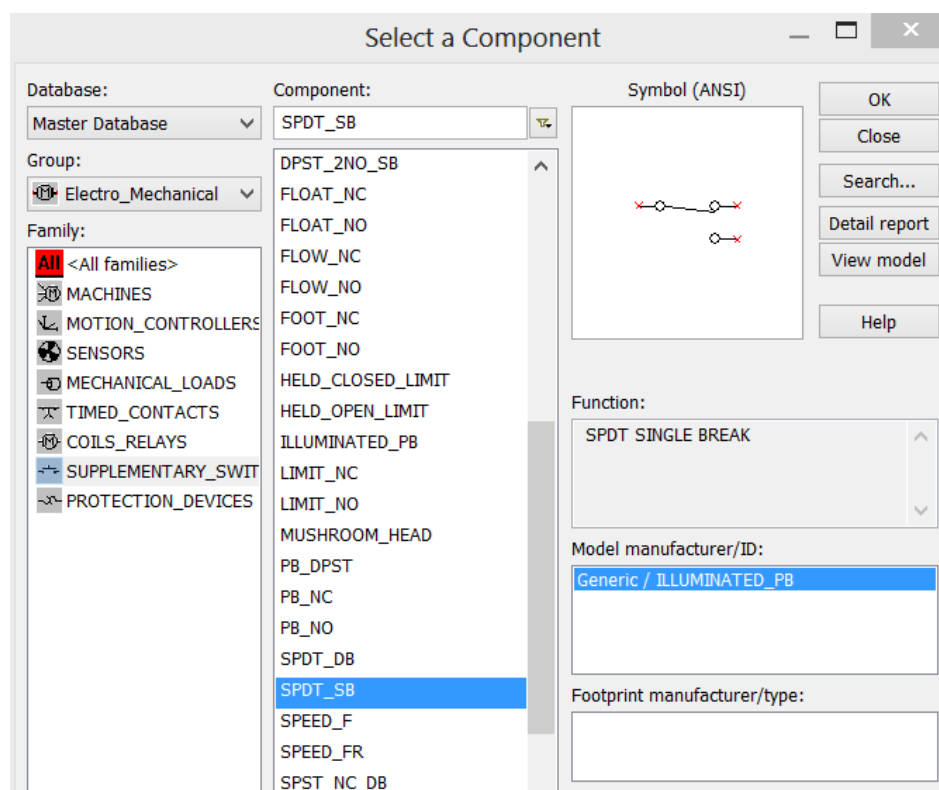

Рис. 6 – Диалоговое окно Component Browser
5. Разместите на схеме два переключателя на два положения. Для этого необходимо: Нажать кнопку **Electromechanical**. Откроется панель с соответствующими компонентами. Выбрать кнопку **SUPPLEMENTARY\_CONTACTS**. Откроется диалоговое окно **Component Browser** (рис. 6). В окне просмотра (рис. 6) **Component Name List** выбрать компонент **SPDT\_SB** и поместить два образца этого компонента на схему.